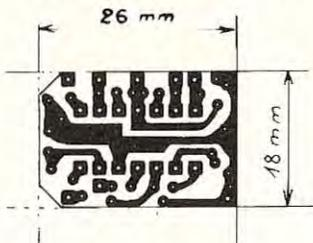

Fig. IX-17a. — CI/A pour NE544.
b) Les CI. (Voir fig. IX-17a et IX-17b.)